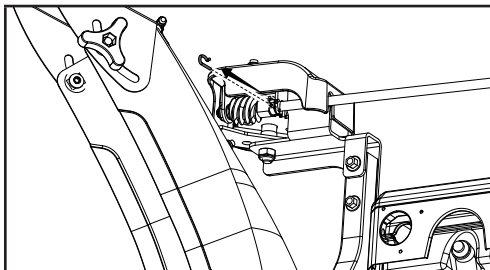

Figure 35
2. Retirez la goupille R (figure 35).